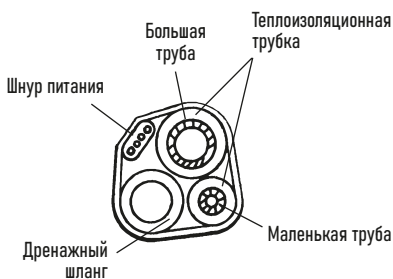
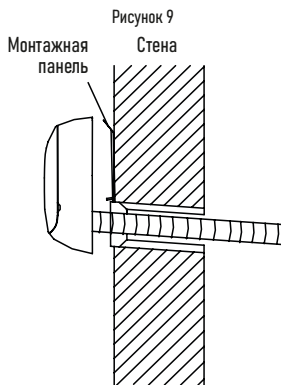

Рисунок 8
Рисунок 10
- Расположите соединительные трубы, кабель, дренажный шланг, как показано на рис. 8, а затем подсоедините дренажный шланг к сливному отверстию. Дренажный шланг должен быть проложен под наклоном (вниз) (рис. 10). Скрепите соединительные трубы, кабели и дренажный шланг вместе виниловой лентой. Обеспечьте достаточное пространство между дренажной трубой и землей. Не ставьте дренажную трубу в воду или канаву.